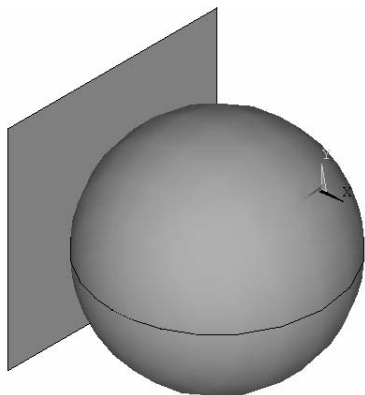

图 4-2 球体撞击平板
**Part** 是具有某种特定属性的单元集合。借助于 **Part**，使用者可以方便地给模型中的不同物体或同一物体的不同部位施加初始度、定义接触或定义载荷。如图 4-2 所示，球体以某初速度撞击平板，为了给球体施加初速度，可将球体上的所有单元集成为一个整体，姑且称其为 **Part1**。同时也将平板上的所有单元集合为一体，称其为 **Part2**。施加初速度时，只需给 **Part1** 定义初速度。要实现球体与平板之间的接触，只需定义 **Part1** 和 **Part2** 之间的接触。